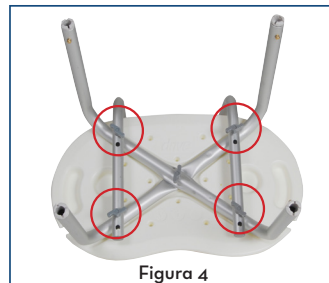

Figura 4
5. Conecte marco del respaldo (E) para el asiento alineando los agujeros en el bastidor del respaldo apoya con los orificios de los receptores de la pierna (C). Asegure en su lugar con los tornillos grandes (B), por lo que asegúrese de prestar atención a la "parte trasera" de la sentada (Figura 4).